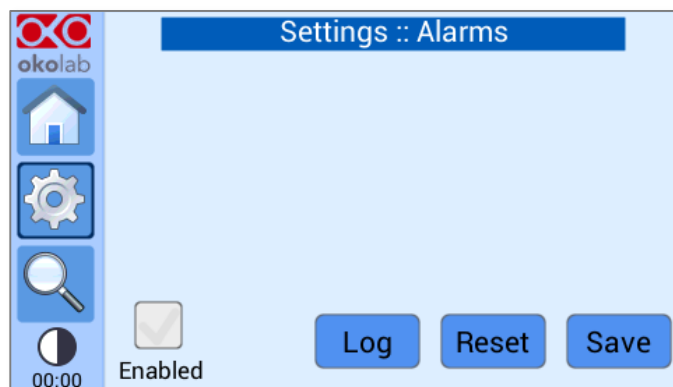

Figura 60. Pagina Allarmi quando gli allarmi sono disabilitati
- 6 Per disabilitare gli allarmi visivi e acustici, rimuovere il flag dalla scheda con l'etichetta Abilitato. In questo caso la pagina Allarmi diventa come mostrato in Figura 60